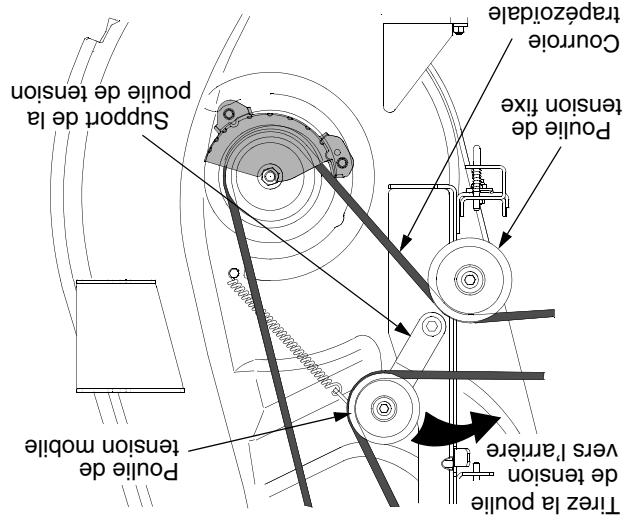

Figure 27
- Amenez l'arrière de la courroie sur la poulie de tension fixe. Voir la Figure 27.
- Du milieu du tracteur, faites pivoter le support de la poulie de tension et la poulie mobile vers l'arrière contre la tension du ressort et glissez l'arrière de la courroie sur la poulie de tension mobile. Voir la Figure 27.
- Vérifiez que la courroie trapézoïdale passe bien sur les poulies à fusée du plateau de coupe et que l'arrière de la courroie est bien appuyé contre les poulies de tension fixe et mobile. Voir la Figure 27.
- Du milieu du tracteur, faites pivoter le support de la poulie de tension et la poulie de tension mobile vers l'arrière pour l'éloigner suffisamment de l'arrière de la courroie trapézoïdale et pouvoir ainsi dégager la courroie de la poulie de tension. Voir la Figure 27.